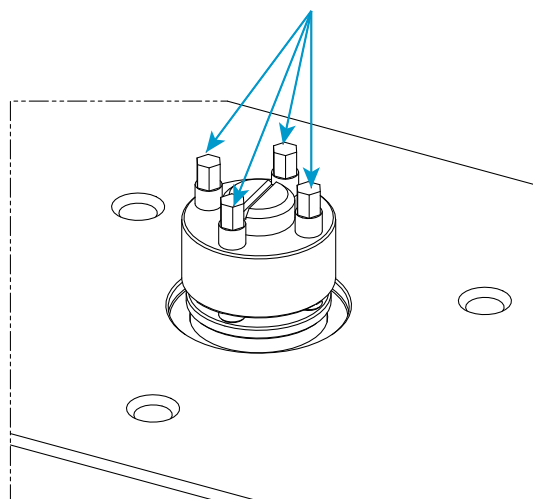

Figure 22. Ensemble tenseur mécanique
11. Utilisez la clé dynamométrique (80-9-11) avec le connecteur à six pans creux de 5 mm (67-4-29) correspondant fourni dans le kit du tendeur mécanique pour serrer les quatre vis de pression (illustrées en Figure 22 à la page 106) sur le tendeur mécanique jusqu'à 14 Nm (10,3 ft-lb) selon la procédure suivante :